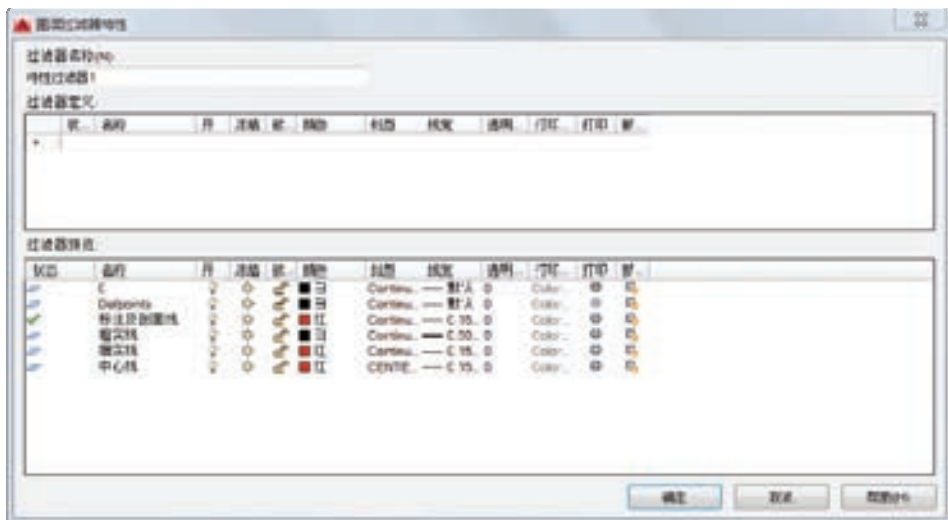

图 6-6 “图层过滤器特性”对话框
- “新建特性过滤器”：选择该命令，弹出图 6-6 所示的“图层过滤器特性”对话框，从中可以根据图层名和设置（例如开或关、颜色或线型）创建新的图层过滤器。